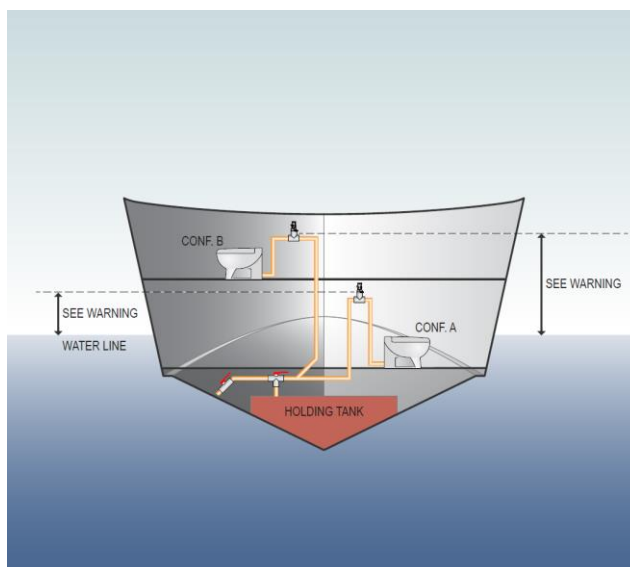

Abb. 1
**ACHTUNG:** Toiletten-Konfiguration A: Die Toilette ist unterhalb der Meereslinie installiert. Die Installation eines BELÜFTUNGSVENTILS in entsprechender Höhe über der Meereslinie ist verpflichtend. Siehe Beispiel Abb. 1
ACHTUNG: Toiletten-Konfiguration B: Die Toilette ist oberhalb der Meereslinie installiert. Die Installation eines BELÜFTUNGSVENTILS in entsprechender Höhe über der Meereslinie wird empfohlen, um einen Wasserrücklauf zu vermeiden, der unangenehme Gerüche verursachen könnte. Siehe Beispiel Abb. 1